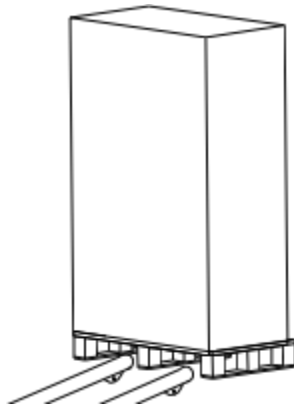

Figura 2-2 Transporte hasta el lugar designado
2. Transporte el equipo al lugar designado mediante una carretilla elevadora, como se muestra en la figura 2-2.